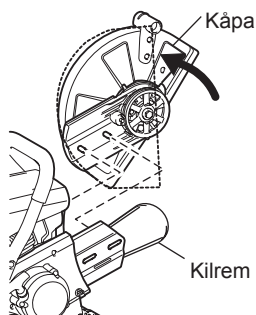

Fig. 2
- Vrid kåpan till läget med brutna linjen. Ta bort kilremmen och ta sedan bort kaptillsatsen från kapmaskinen. Flytta greppet. (Fig. 2)